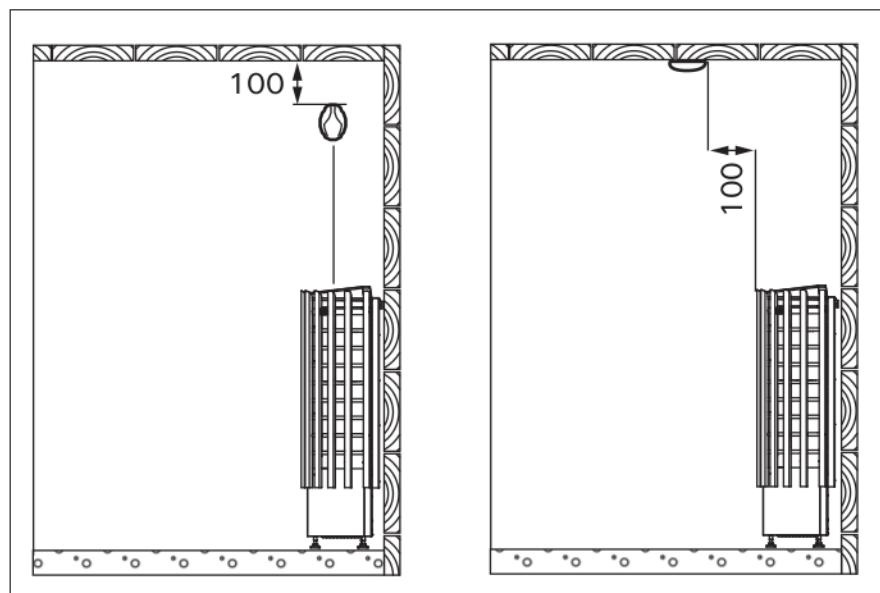

Рисунок 6. Установка датчиков (все размеры приведены в миллиметрах)
Установите датчик на стену сауны, как показано на рис. 6. Вставьте кабель датчика в разъем нагревателя по принципу цветового соответствия.
- вентиляционная отдушина, направленная в противоположную от датчика сторону: 500 мм**Датчик следует устанавливать в место, указанное в данной инструкции (рис. 6).** Если не соблюдается минимальное расстояние, следует переместить вентиляцию.
- Peale vooluvarustuse ühendusklemmide on TRC70EE/TRC90EE-kerised varustatud ühendusse (P), mis võimaldab kütmist juhtida (joonis 5). Sisselülitamisel antakse toitepinge juhtimine keriselt edasi. Kütmise juhtimise kaabel on töodud otse kerise ühenduskarpi ning seal terminaalibloki piki sama jämedusega kummis-solatsiooniga kaablit, mis ühenduskaabelgi.